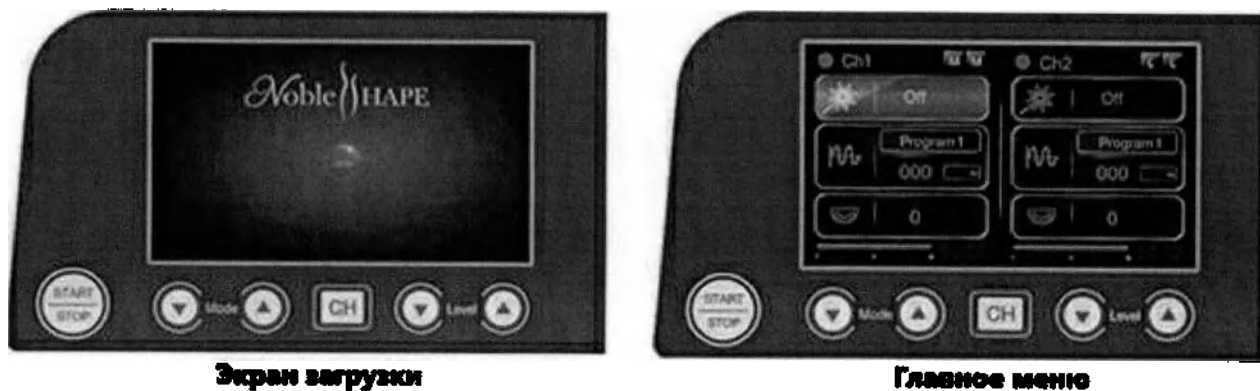

Рисунок 19 – Экран загрузки (слева) и окно главного меню (справа)
1. После успешного запуска устройства, на каждом из LCD-дисплеев запустится окно загрузки, после чего система автоматически начнет самотестирование, которое обычно занимает несколько секунд, после чего отобразится начальный экран (см. Рисунок 19).